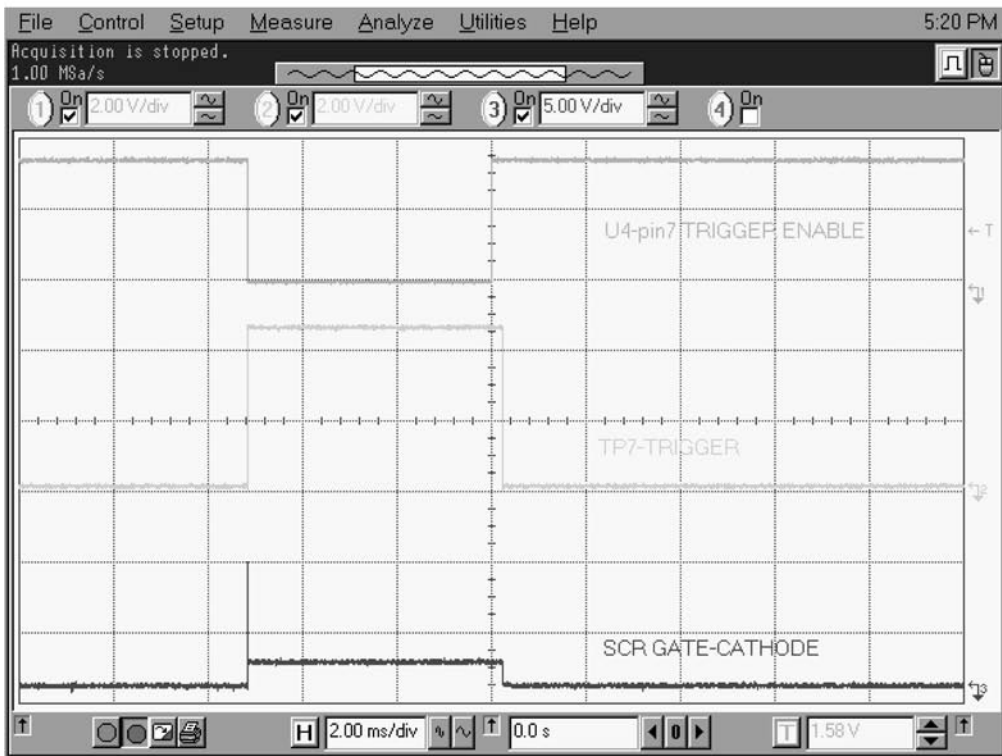
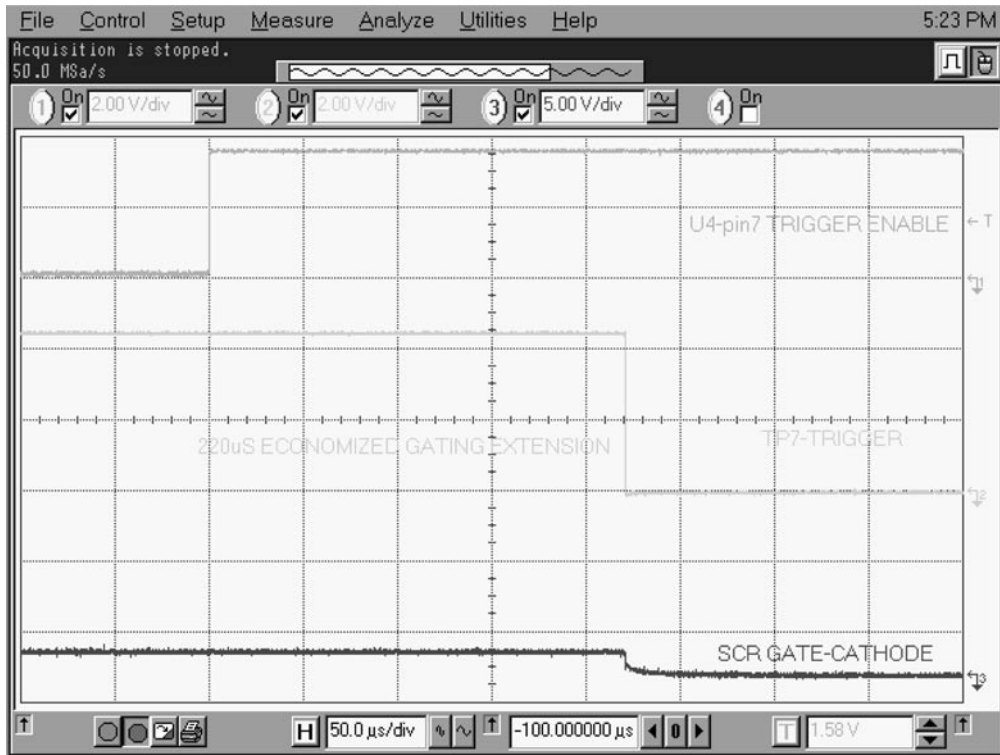

图 5.39 - 电压感应触发脉冲与 SCR 选通脉冲
图 5.40 - 扩展的电压感应触发脉冲与 SCR 选通脉冲
22. 在 TB1-2 输入端和 COM 之间施加 60 Hz、33% 占空比的信号, 电平为 0 至 +2V。检验图 5.39 和 5.40 中的信号。请注意, 在图 5.40 中, 在 U4 引脚 7 脉冲的上升沿和 TP7 信号的下降沿之间应存在 220 μ S (+/-20 μ S) 的时间间隔。